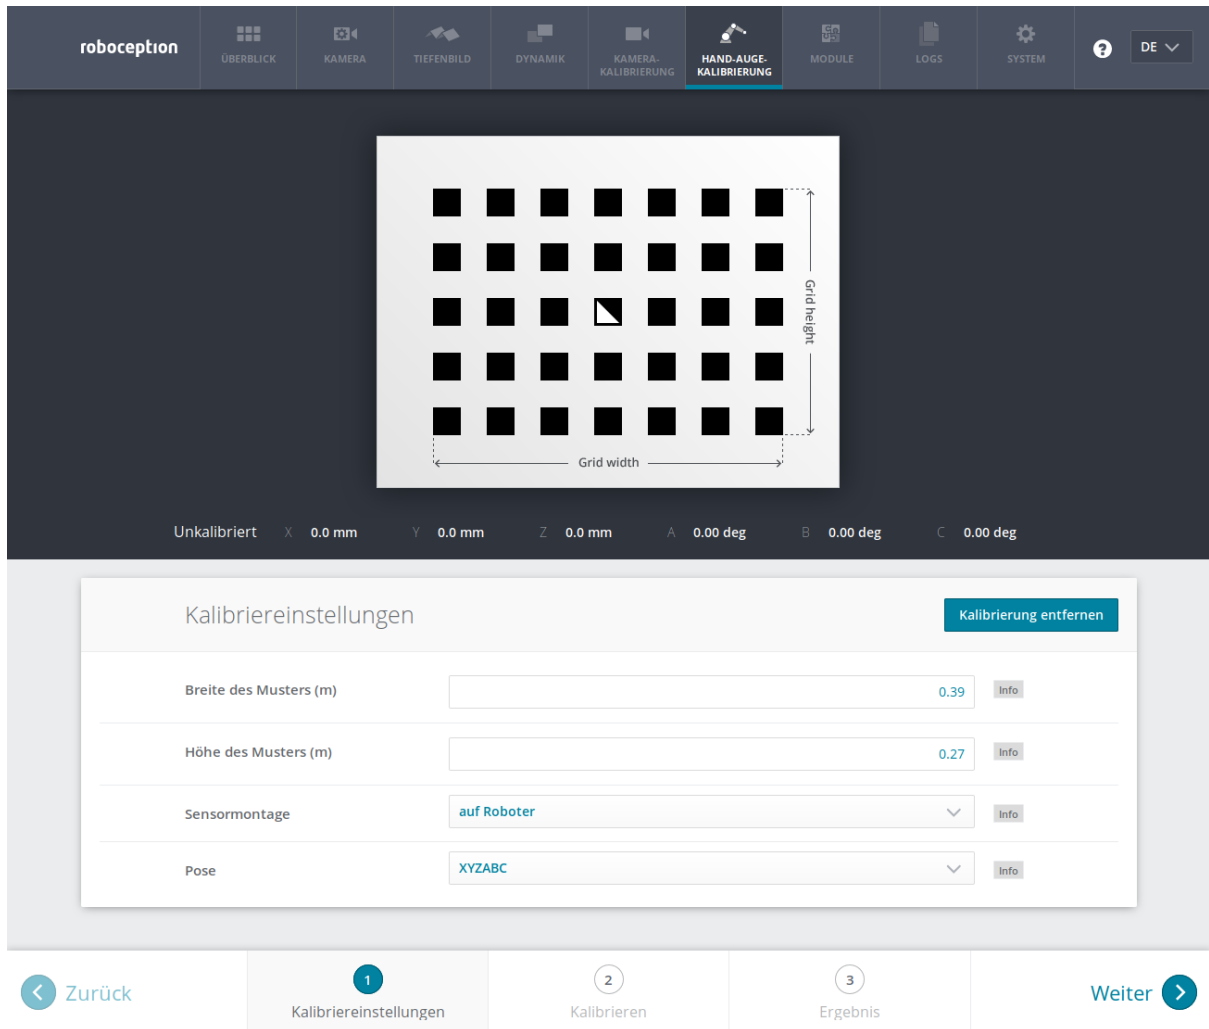

Abb. 6.7.5: Erfassung der Parameter zur Hand-Auge-Kalibrierung in der Web GUI des *rc\_visard*
**Web GUI-Beispiel:** Die Web GUI bietet eine Oberfläche, über die sich diese Parameter im ersten Schritt der Kalibrieroutine, wie in Abb. 6.7.5 gezeigt, erfassen lassen. Neben den Angaben zur Mustergröße und Sensormontage kann der Benutzer in der Web GUI auch das Format der *Pose* einstellen. Dieses Format wird im nachfolgenden Schritt 2 des Kalibriervorgangs verwendet, um die Roboterposen zu übertragen. Folgende Formate sind möglich: *XYZABC* für Positionen und Eulersche Winkel oder *XYZ+Quaternion* für Positionen samt Quaternionen für die Darstellung von Drehungen. Für die genauen Definitionen siehe Formate für Posendaten (Abschnitt 13.1).